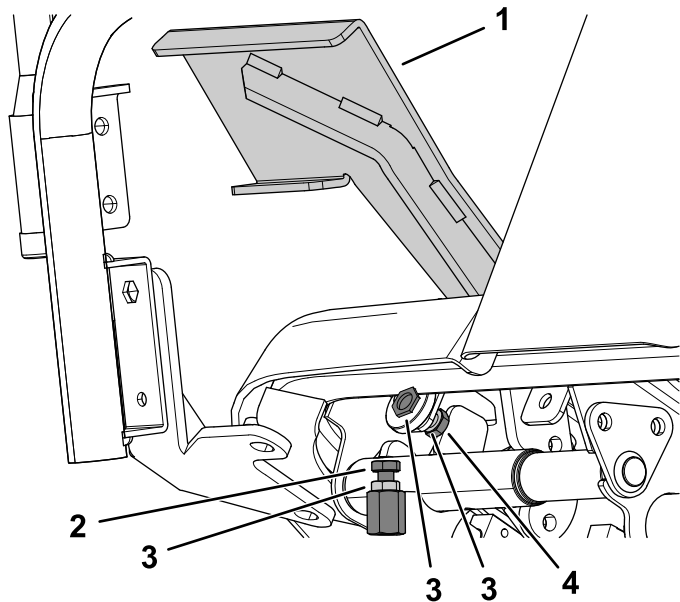

Figura 96
1. Spostate completamente in avanti il pedale di trazione (Figura 96).
- A. Utilizzando una chiave, tenete fermo l'arresto del pedale della trazione di marcia avanti e allentate il controdado sul lato posteriore della staffa (Figura 96).
- B. Spostate il pedale della trazione alla posizione desiderata (Figura 96).
- C. Regolate il controdado sulla parte posteriore della staffa fino a quando l'arresto del pedale della trazione non viene a contatto con il pedale della trazione (Figura 96).